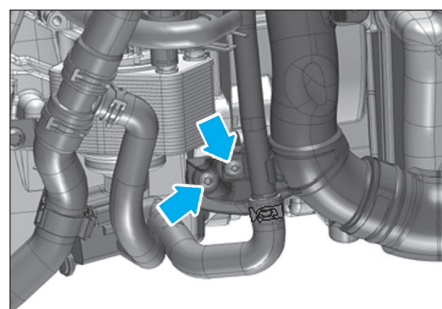

FIG. 35
- les vis de fixation du tuyau d'air gauche (Fig.35),